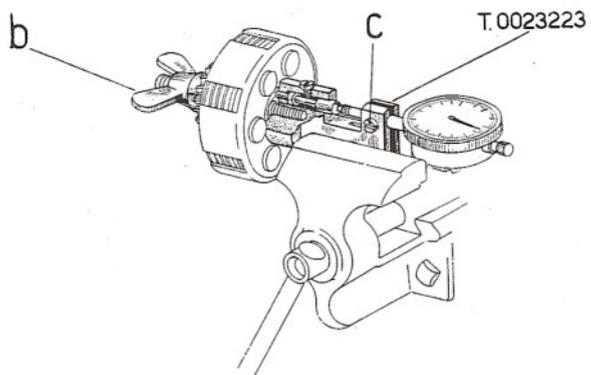

Fig. 17/D - Controllo corsa distacco dischi frizione
- a) Accoppiare un orologio comparatore all'attrezzo T.0023223 bloccandolo con la vite " c " (in fig. 17/D)